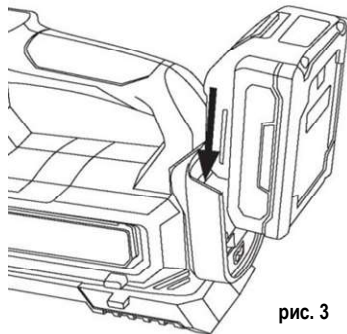

рис. 3
- встановіть або вийміть акумуляторну батарею (рис. 3)